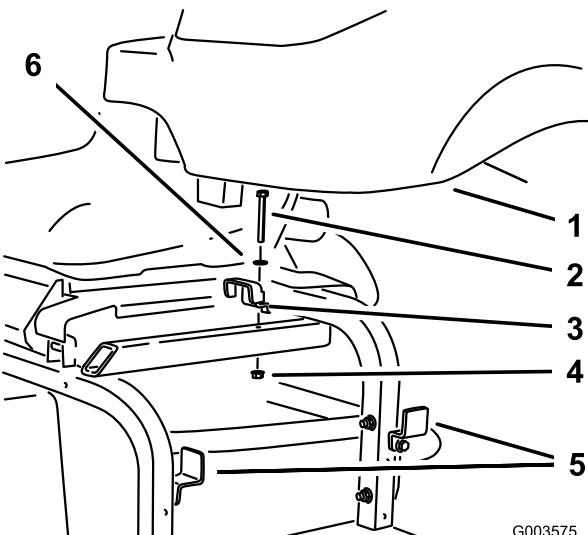

Рисунок 8
9. Снимите верхний кронштейн гидравлического бака с рамы машины и ослабьте 2 кронштейна в боковой части рамы (Рисунок 8). Снимите бак и сохраните крепежные детали.